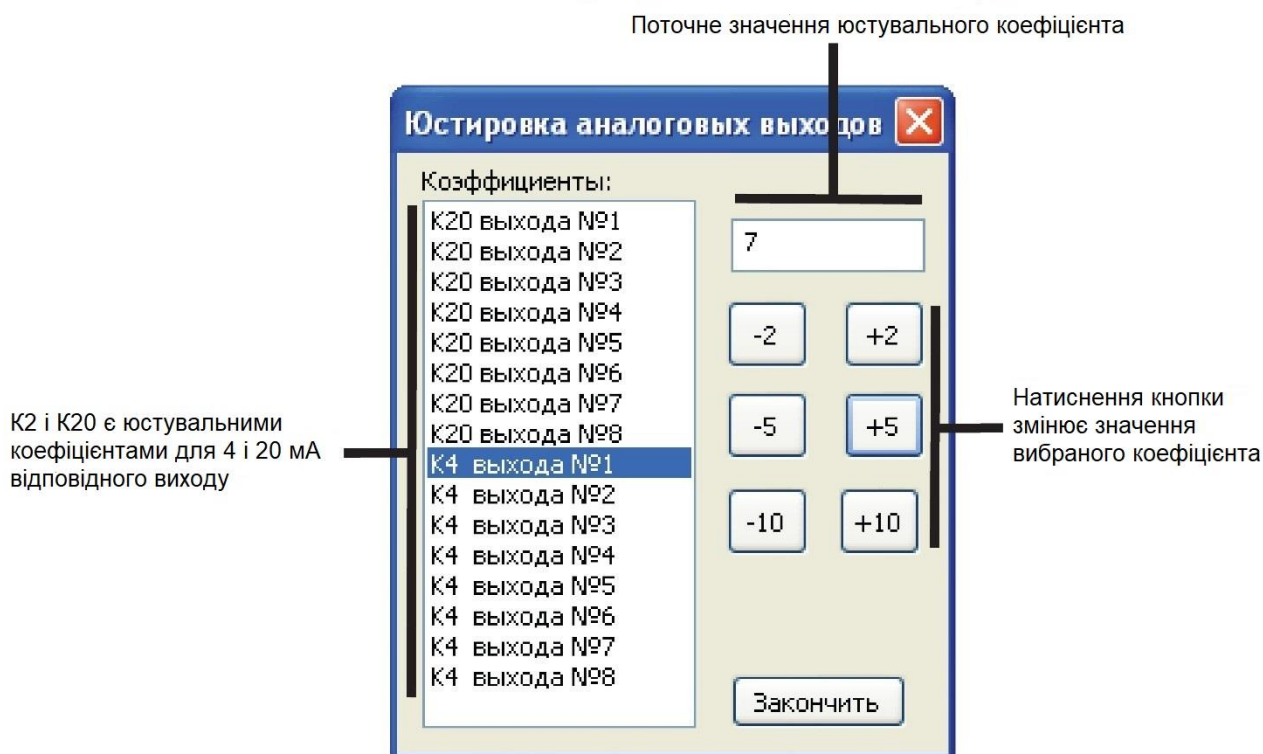

Рисунок 9.2 – Юстування ВЕ
7. Вибрати команду **Режимы программы | Юстировка**. Відкриється діалогове вікно, що показано на рисунок 9.2.